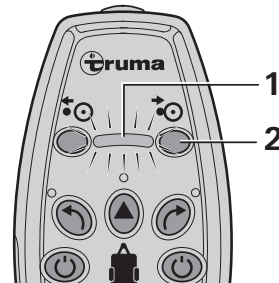

Figure 3
- Appuyer sur la touche (Fig. 3 - 2) de la télécommande pendant environ 5 secondes puis relâcher. Le rouleau d'entraînement est plaqué contre le pneu. L'affichage (Fig. 3 -1) clignote pendant le processus.